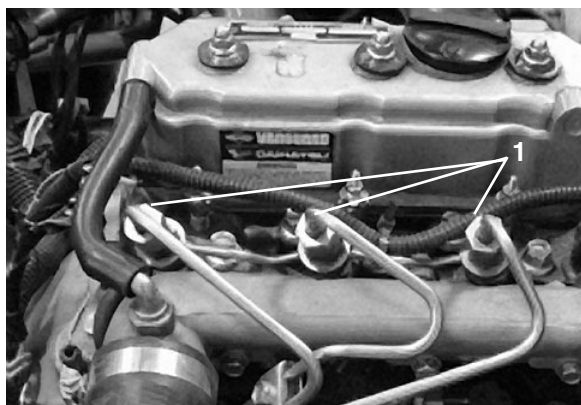

Figure 41
Purge de l'air des injecteurs (Fig. 41)
2. Desserrez le raccord entre l'injecteur N° 1 et le porte-injecteurs (Fig. 41).